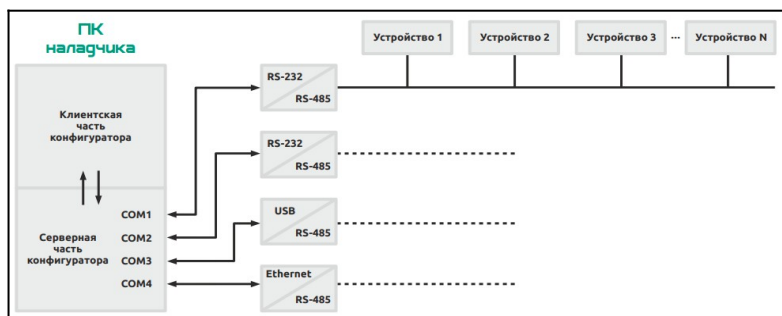

Рисунок 1
1. проводить настройку устройств по месту на локальном ПК (*Рисунок 1*);
При работе клиента и сервера конфигулятора в локальном режиме (Рисунок 1), необходимо выбрать пункт *Локальный* и нажать кнопку *Применить*. В этом случае адресом сети автоматически становится адрес localhost, что позволяет осуществлять связь между клиентом и сервером конфигулятора без использования какого-либо сетевого оборудования (сетевых карт, маршрутизаторов и т.д.). Данный режим работы эквивалентен работе при запуске конфигулятора файлом *ConfiguratorStarter.exe* и для его работы права администратора не требуются.